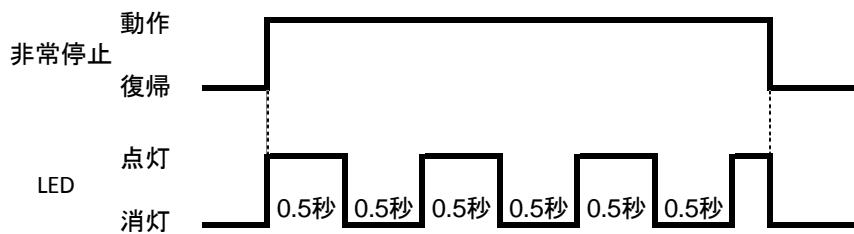

図 2.1 非常停止中の LED の ON/OFF タイミング
- ④ SW1,2 が操作されたときの条件を以下に示す。
- ⑤ 非常停止を押したときの条件を以下に示す。
- ・LED 全てが図 2.1 に示すタイミングで点滅する。
- ⑤ 搬送動作中にSW1,2が操作されたときの条件を以下に示す。
- ⑥ 非常停止を押したときの条件を以下に示す。(手動運転時と同じ)
- ・LED全てが図2.1に示すタイミングで点滅する。